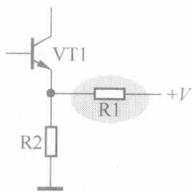

图 1-5 直流电压供给电路之二
(2) 同类电路分析之二。图 1-5 所示是另一种直流电压供给电路，这一电阻直流电压供给电路工作原理是：通过 R1 将直流电压 +V 加到 VT1 发射极。